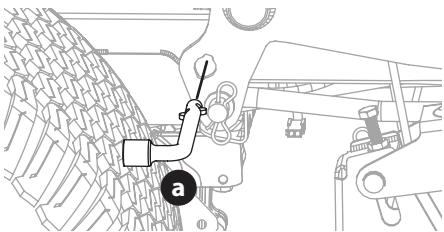

Figura 39
5. Utilice el pedal de elevación de la plataforma y la perilla de elevación de la plataforma para colocar la plataforma en su posición más baja y utilice la herramienta para usos múltiples (a) para bloquear los componentes de elevación de la plataforma en su lugar, como se muestra en la Figura 39.